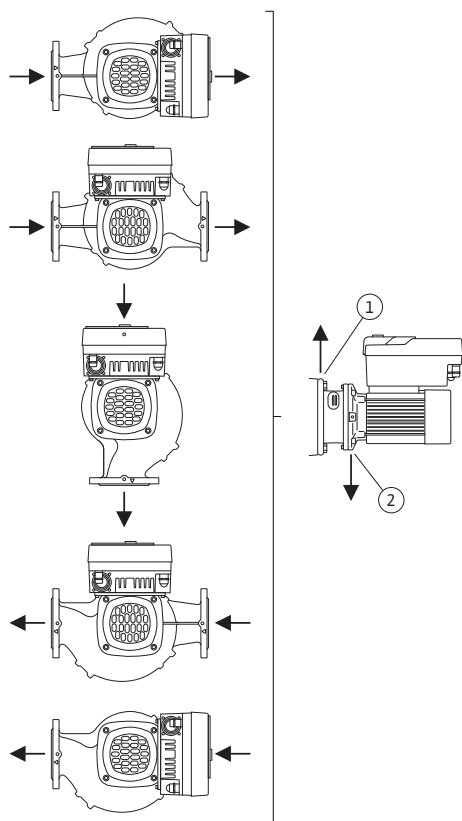

Fig. 19: Επιτρεπόμενες θέσεις τοποθέτησης με οριζόντιο άξονα
- Με άξονα κινητήρα σε οριζόντια θέση, η οπή εκροής συμπυκνωμάτων πρέπει να βρίσκεται οπωσδήποτε στην κάτω πλευρά (Fig. 19, θέση 2). Ενδεχομένως θα πρέπει να στραφεί ο κινητήρας.